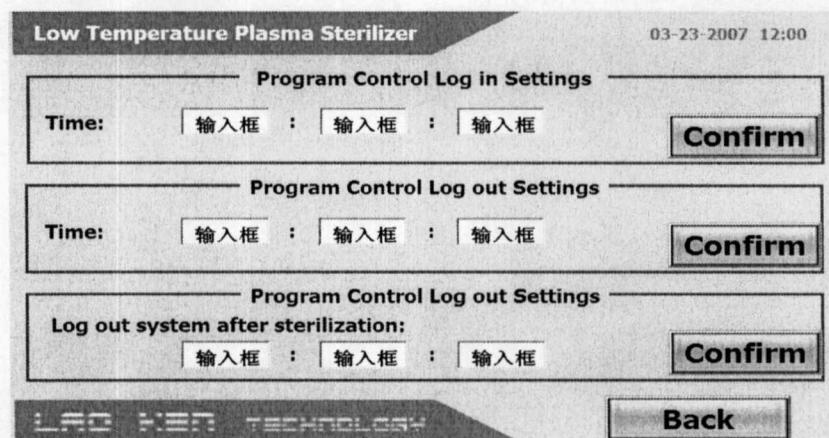

Рис. 16. Окно настройки программного управления
- 6) Нажмите кнопку «Настройки программы» (program control settings), на дисплее отобразится следующее окно (Рис. 16): (Нажмите кнопку «Включить/выключить настройки» (Program Control On/Off) для включения/отключения функций программного управления).